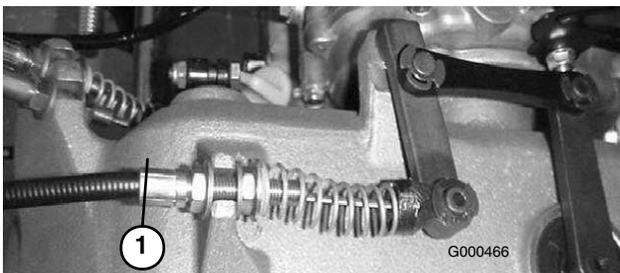

Bild 43
2. Wenn Sie die Zugspannung erhöhen möchten, lösen Sie die Klemmmutter des vorderen Zugs und ziehen Sie die Klemmmutter des hinteren Zugs an (Bild 43) (oben auf dem Getriebe), bis die Kraft des Spindelkabels zusätzlich 31 bis 44 N Griffkraft, gemessen am Einstellhandrad, hinzufügt.